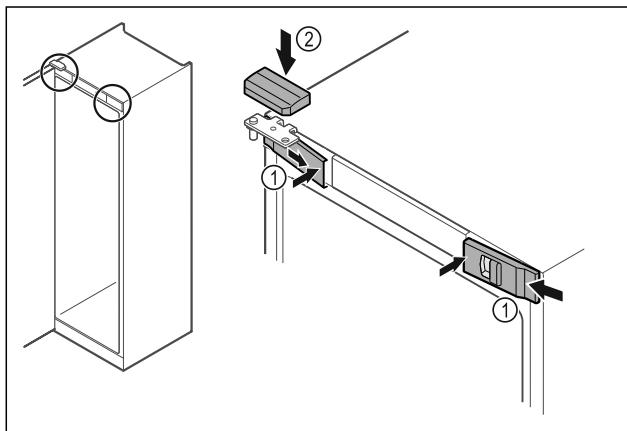

Fig. 37
- ▶ Зашептите сбоку и защелкните передние крышки Fig. 37 (1) с внутренней стороны.
- ▶ Защелкните верхнюю крышку Fig. 37 (2) сверху.